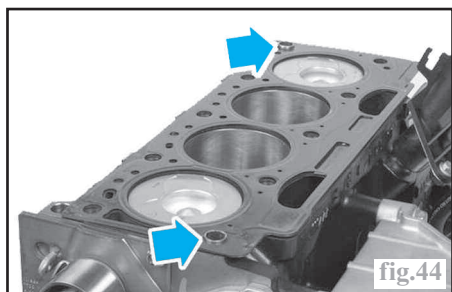

fig.44
- S'assurer de la présence des douilles de centrage de la culasse sur le bloc-cylindres (fig.44).